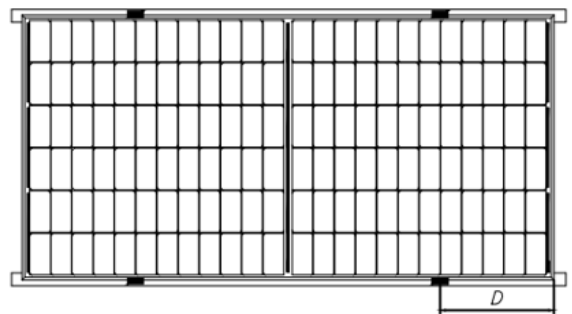
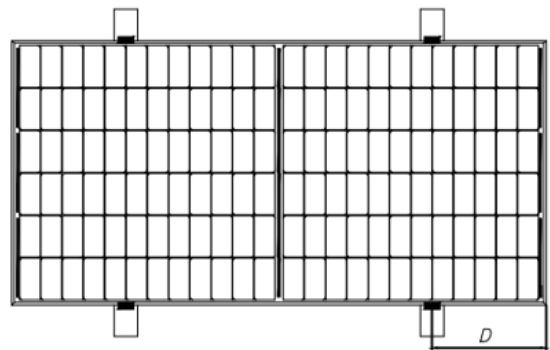
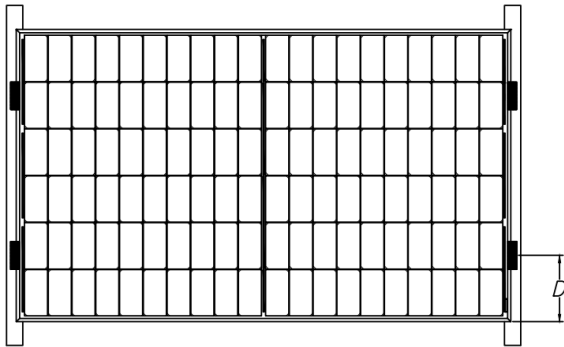
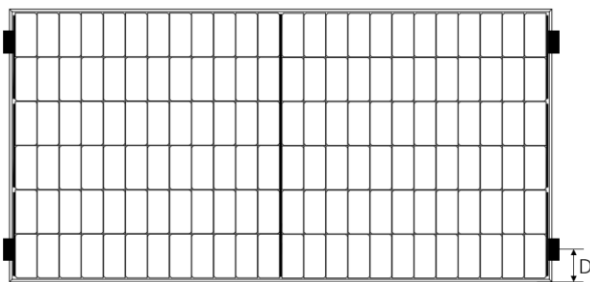

图 3 导轨重合长边框安装
图 4 导轨垂直长边框安装
图5 导轨重合短边框安装
图6 短边四点安装
双面光伏组件安装时，每个光伏组件必须使用至少 4 个压块进行固定，如图 3、图 4、图 5、图 6。
- ⑧ 对于图 3 所示的安装方式，组件 C 面与导轨的重叠部分应 $\geq 25\text{mm}$ 。如果使用不合适的夹具或不正确的安装方式，正泰新能有限质保将会无效。